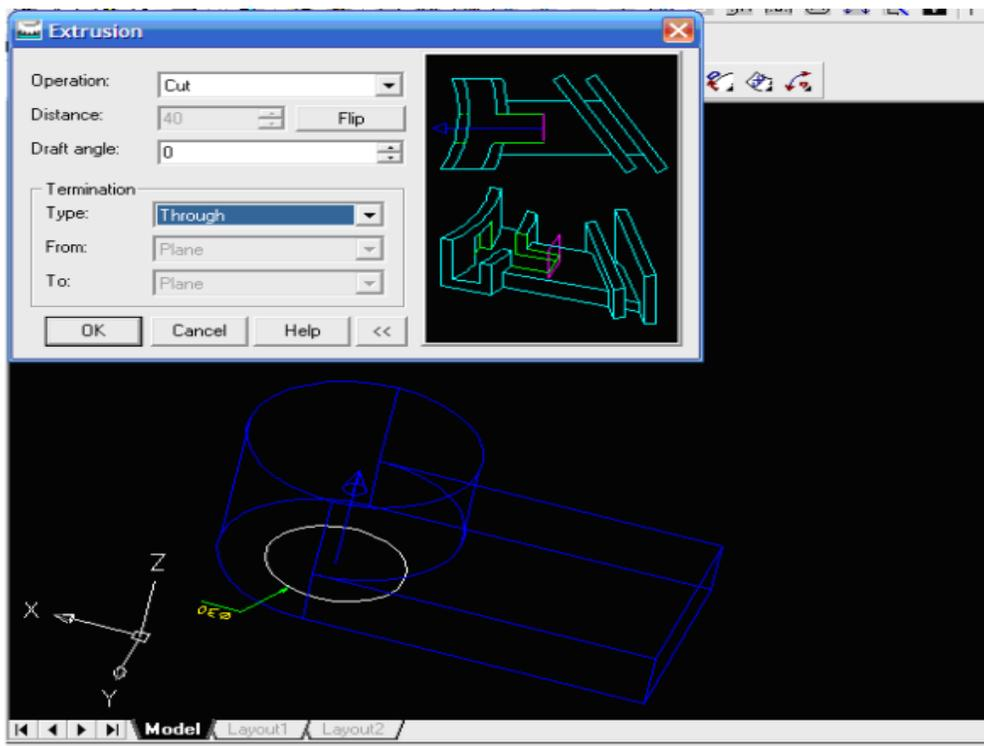

Figura 65
21. Ahora cambiaremos la dimensión del nuevo círculo y aplicaremos el comando *Extrude* como lo hemos hecho anteriormente, solo que en esta ocasión seleccionaremos la operación *Cut* del cuadro de diálogo *Extrude* y el comando *Trough* como la opción de terminación. De ser necesario con el botón *Flip* cambiaremos la dirección del corte. Como se ve en la *figura 65*.